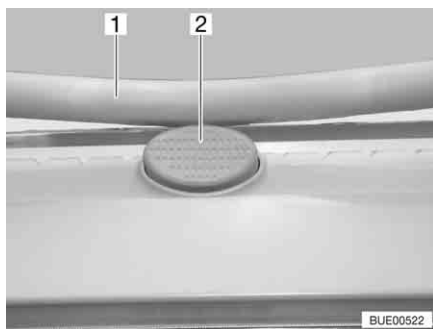

Fig. 111 Bottone di sicurezza sull'oblò Heki
- Premere il bottone di sicurezza (Fig. 111,2) e tirare verso il basso la staffa (Fig. 111,1) con entrambe le mani.
- Premere la staffa verso l'alto con ambedue le mani, finché la staffa non poggia al di sopra del bottone di sicurezza (Fig. 111,2).